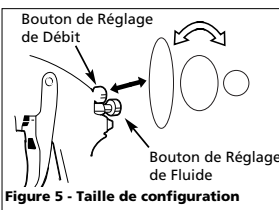

Figure 5 - Taille de configuration
- Choisir la taille de configuration pour la forme désirée. Pour un plein débit, ouvrir le bouton de réglage de débit en tournant au sens contraire des aiguilles d'une montre. Pour un débit rond, tourner le bouton de réglage de débit au sens des aiguilles d'une montre (Voir Figure 5).
- Tourner le bouton de réglage de fluide complètement au sens des aiguilles d'une montre jusqu'à ce qu'il soit fermé (Voir Figure 5).